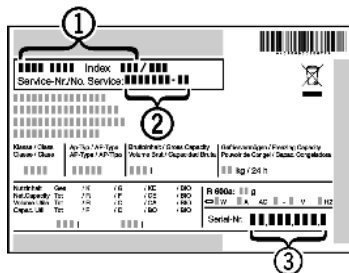

Fig. 13
- ▶ Označení přístroje *Fig. 13 (1)*, servisní číslo *Fig. 13 (2)* a sériové číslo *Fig. 13 (3)* naleznete na typovém štítku. Identifikační typový štítek je umístěn na levé vnitřní stěně přístroje.
- ▶ Informujte zákaznický servis a sdělte poruchu, označení přístroje *Fig. 13 (1)*, servisní číslo *Fig. 13 (2)* a sériové číslo *Fig. 13 (3)*.